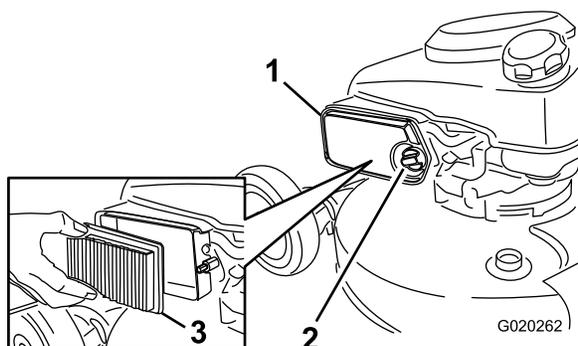

Рисунок 36
- Отверните ручку и откройте крышку (Рисунок 36).
- Замените элемент воздухоочистителя (Рисунок 36).